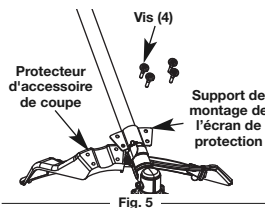

Fig. 5
- Réglez l'ajustement en levant légèrement l'arrière de du clip inférieure, tirez ou poussez sur le bout libre du système pour ajuster le système de support à la taille de l'utilisateur pour un confort optimal. (Fig. 5)
- Placez l'écran de protection sur le support de montage de l'écran, en alignant les trous de protection avec ceux du support de montage. (Fig. 5)
- A l'aide d'un tournevis plat ou un tournevis T-20, serrez les vis jusqu'à ce que l'écran soit bien en place. (Fig. 5)